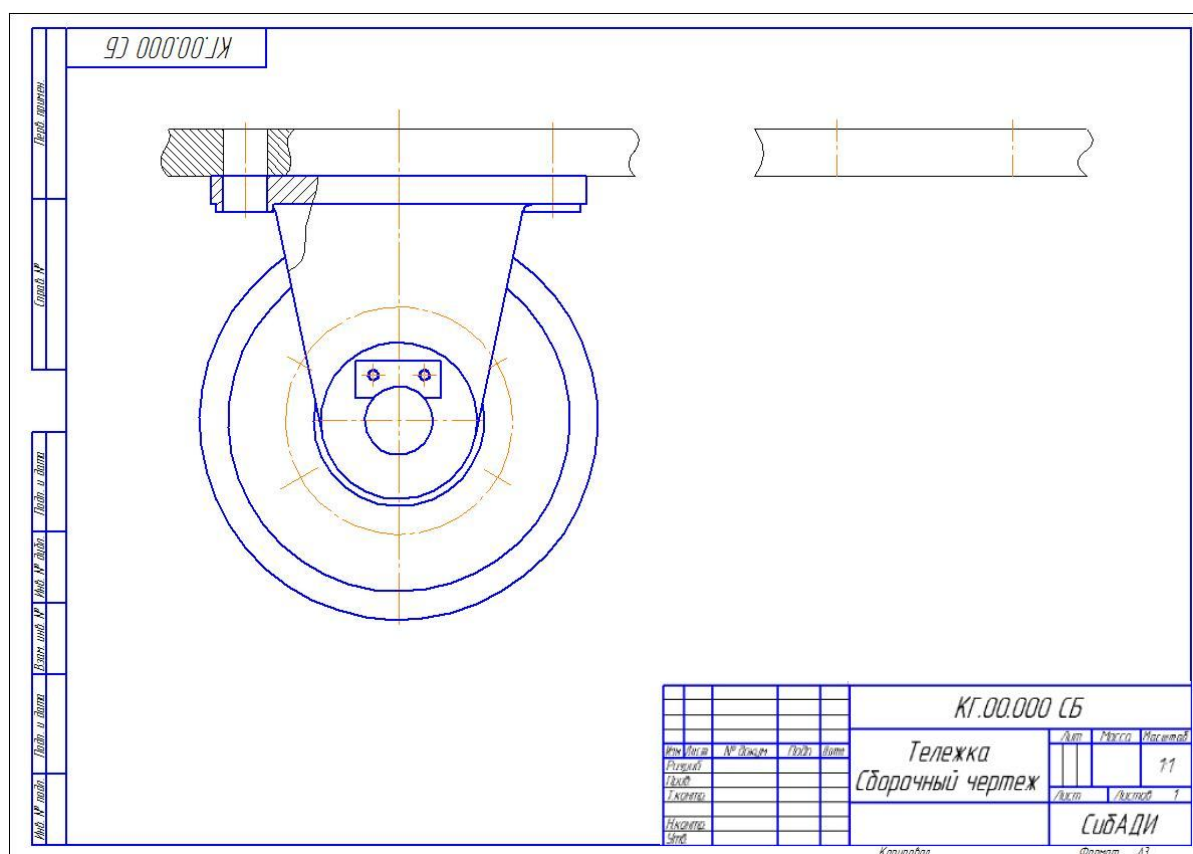

Рис. 4.1. Заготовка сборочного чертежа изделия «Тележка»
- Откройте заготовку сборочного чертежа изделия, которая находится в папке «... \Тележка СБ\заготовка Тележка Сборочный чертеж _ КГ.00.000 СБ» (рис. 4.1).